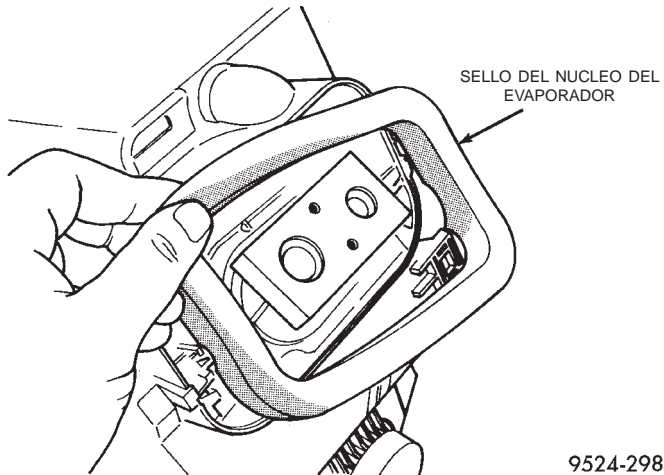

Fig. 89 Sello de entrada del tubo del evaporador
(19) Retire el sello que rodea la entrada del tubo del evaporador (Fig. 89).